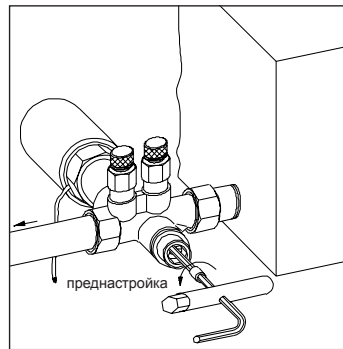

рис. 1
- 3 Поворачивая шестигранный ключ №4 влево на выбранное из диаграммы число оборотов, настроить вентиль (рис. 1).